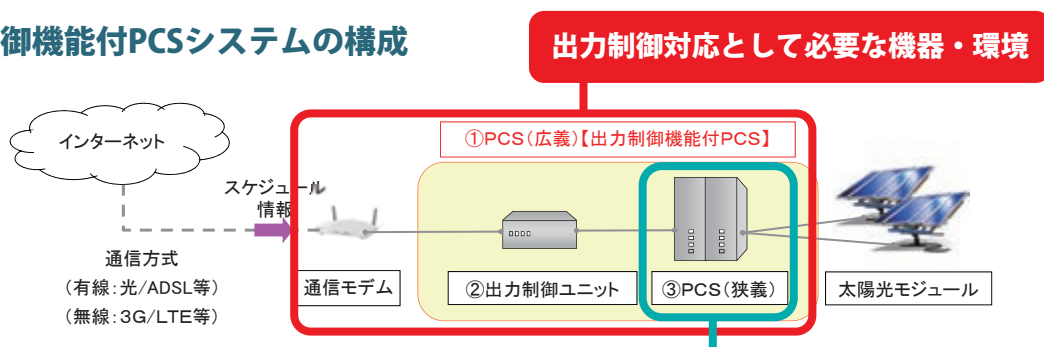

図1 太陽光発電協会 日本電機工業会 電気事業連合会
「発電量を自動でコントロールできるPCS」は、以下の図1の①PCS（広義）となります。
パワコンメーカーから販売されている「出力制御対応のパワーコンディショナー」は、一般的に図1の「③PCS（狭義）」を指します。